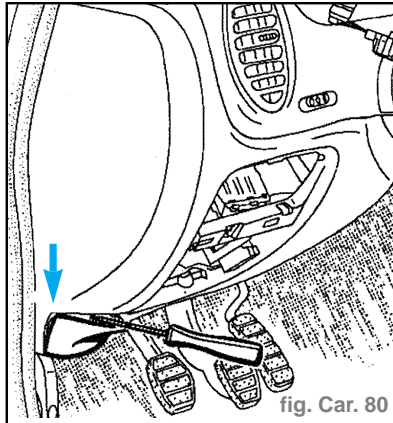

fig. Car. 80
- les deux obturateurs inférieurs. (fig. Car. 80).